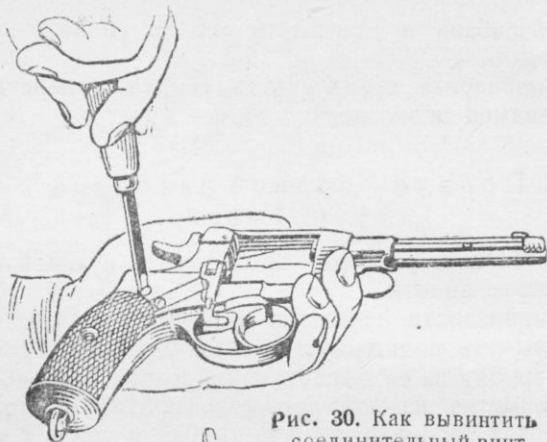

Рис. 30. Как вывинтить
- 3) вывинтить соединительный винт (рис. 30);